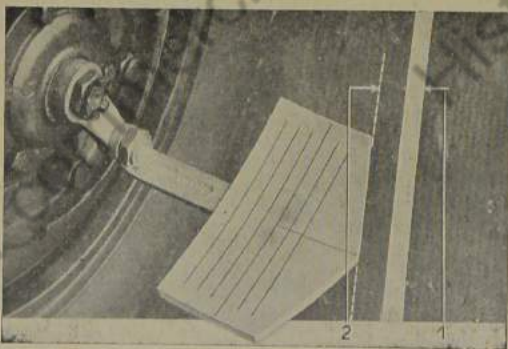

Bild 476: Hintere Schrägkante des Kugeltellers steht parallel zur Fahrzeugmittellinie
2. Räder einschlagen, bis die hintere Schrägkante (476/2) des Kugeltellers parallel zur Fahrzeugmittellinie steht (Bild 476). Parallele Längsstriche (476/1) auf dem Fuß-